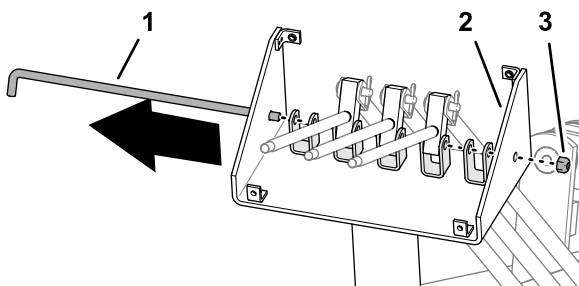

Figure 24
- Retirez le contre-écrou qui fixe l'axe de pivot à la console de commande et retirez l'axe (Figure 24).